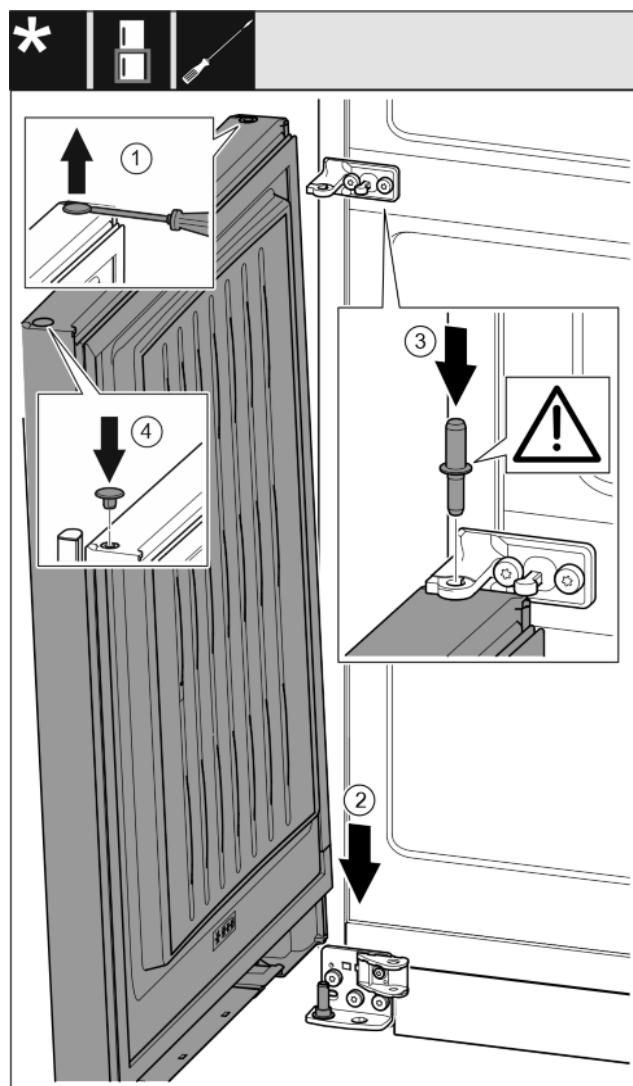

Fig. 32
- ▶ Ravnim odvijačem oprezno podignite čep i izvadite ga. Fig. 32 (1)
- ▶ Stavite vrata odozgo na donji svornjak ležaja. Fig. 32 (2)
- ▶ Umetnite srednji svornjak ležaja kroz srednji podložak ležaja u donja vrata. Pri tome pazite da je ispučenje za blokiranje okrenuto prema otraga. Fig. 32 (3)
- ▶ Ponovo umetnite čep na drugoj strani vrata. Fig. 32 (4)